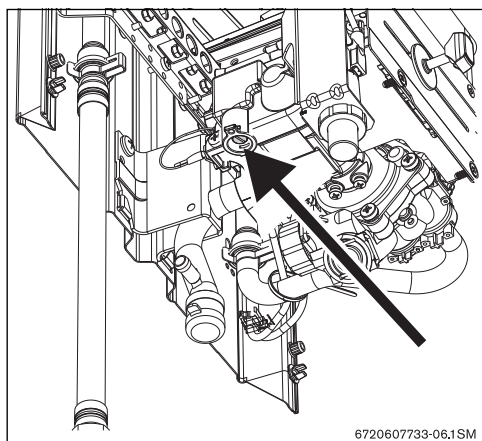

Fig. 12 Vis de réglage du débit maximal du gaz
- Retirer le joint de la vis de réglage (Fig. 12).
- ▶ A l'aide de la vis de réglage (Fig. 12), régler la pression jusqu'à ce que les valeurs indiquées dans le tableau 9 soient obtenues.